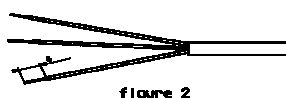

figure 2
- Longueur de dénudage maximum : 4 mm (figure 2)